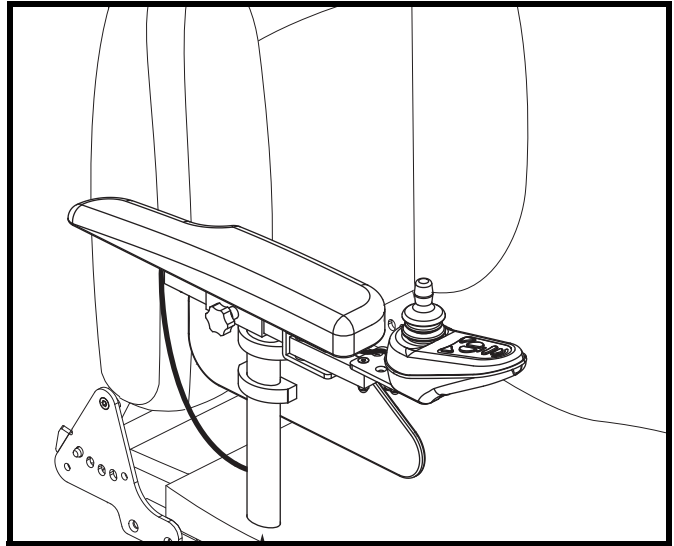

Abb. 16. Montage/Demontage der Armlehne
**Siehe Abb. 16.**
1. Führen Sie die Armlehnenbaugruppe in die Armlehnhalterung ein. **Siehe Abb. 16.**